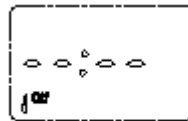

图10
4.2.3.1 完成6.2.2操作后，按一下“MD”进入定时参数设定状态，如图10所示。
4.2.4 当设置完成后，在16OFF位置按下“MD”键，界面退出设定状态回到时钟解锁状态，或者在设定过程中持续按“MD”键3秒钟，界面进入时钟状态，如图10所示。